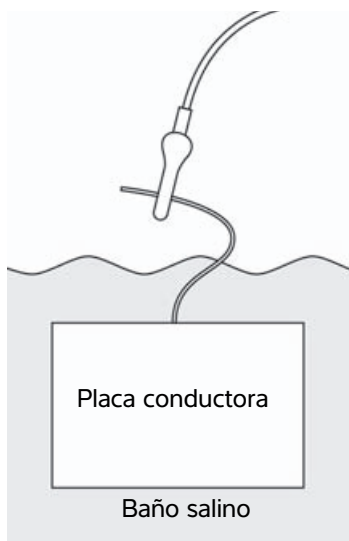

Figura 6 Conexión a la placa conductora
- a Conecte el electrodo negro a la placa conductora en el baño salino tal y como se muestra en la **Figura 6**.